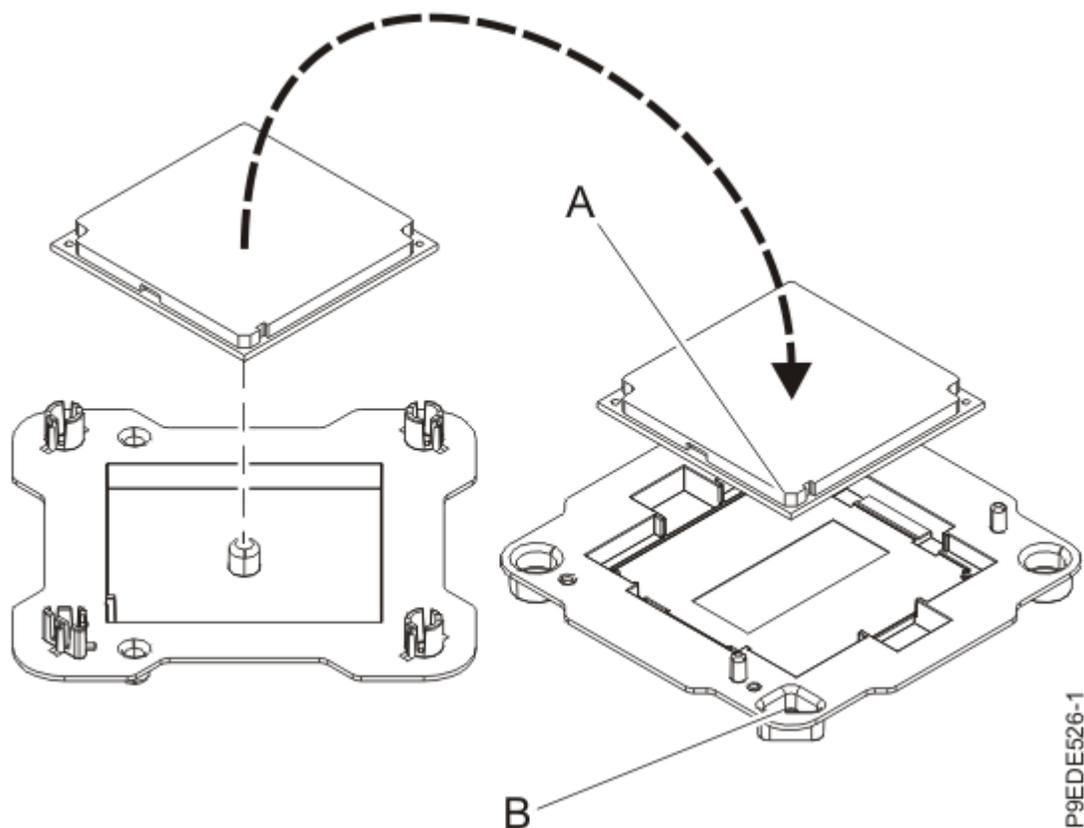

図 162. パッケージへのシステム・プロセッサ・モジュールの取り付け
12. 再取り付けしたシステム・プロセッサ・モジュールの端を軽くつかみ、持ち上げてパッケージ・カバーから外します。モジュールの斜めになった隅(A)をパッケージ隅の三角(B)と位置合わせして、パッケージ内に配置します(179ページの図 162を参照)。パッケージ・カバーを閉じます。